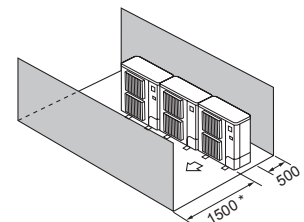

Fig. 2-16
- ④ Obstáculos sólo en la parte delantera y trasera (Fig. 2-16)